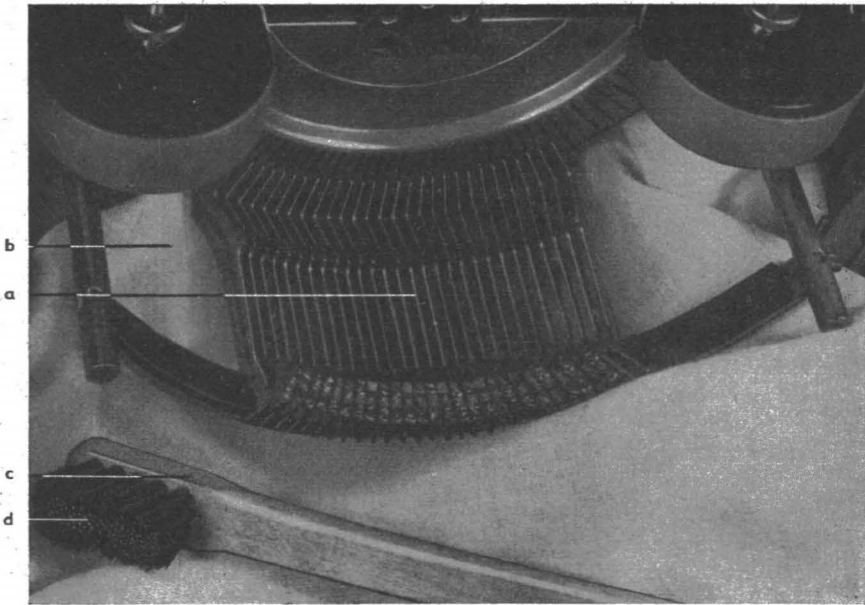

Bild 27
- a) Die Typen mit der Typenreinigungsbürste abreiben (Stahlbürste und Nadeln verboten), nötigenfalls mit einem leicht benzingetränkten Lappen abwischen. Dabei sind die unter den Typen liegenden Maschinenteile gegen den herabfallenden Staub und Schmutz zu schützen, indem ein entsprechend großer Putzlappen unter dem Typenkorb eingeschoben wird (Bild 27).